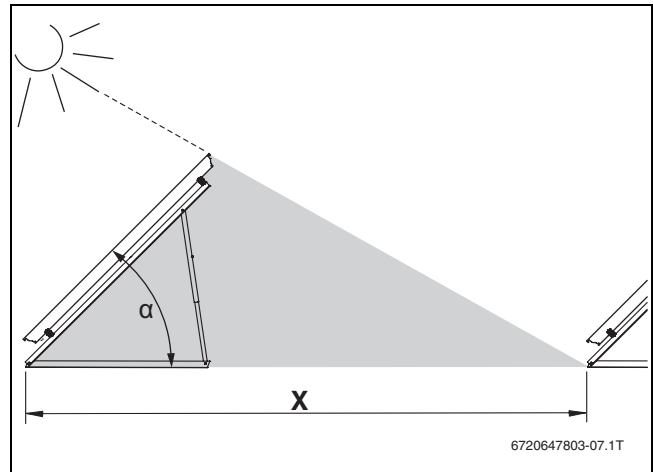

Fig. 19 Distância e sombra, montagem em telhados planos
- No caso de campos de filas múltiplas, seleccionar a distância X suficientemente grande de modo a não ocorrer sombras (→ fig. 19 e 20).